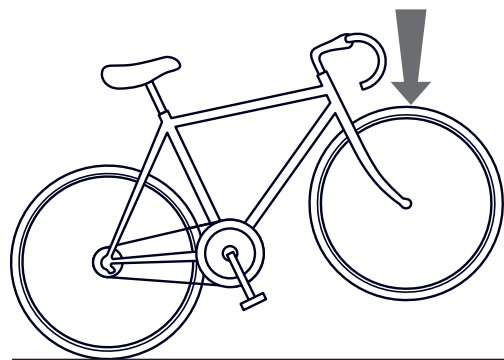

図22
- ・ ホイールが正しく取り付けられているかどうかは、次の方法で確認することができます。ハンドル・バーを持って自転車を持ち上げ (図22)、その位置からホイールを地面に落として弾ませ、ホイールが確実に取り付けられていることを確認します。